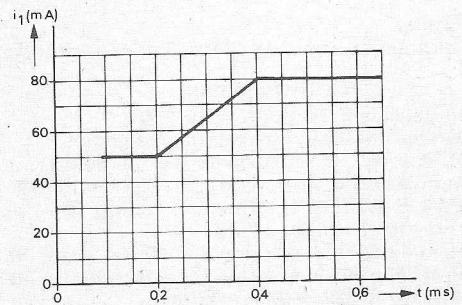

Fig. 6.
c. De stroom in  $L_1$  verloopt nu volgens fig. 6. Teken het verloop van de spanning  $u_2$  (voordat de stroom verandert, was hij reeds lange tijd 50 mA).